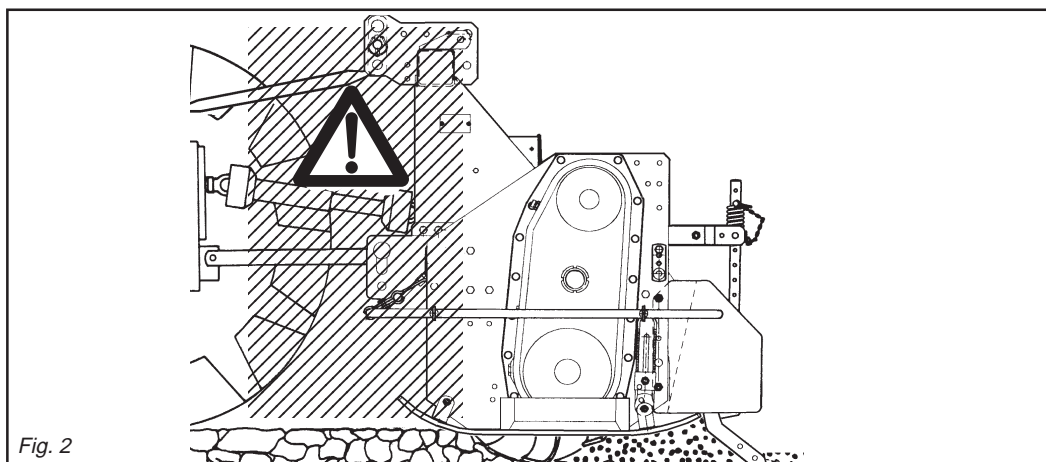

Fig. 2
- 24) Es ist absolut verboten, bei laufendem Motor und eingeschalteter Gelenk-welle zwischen den Schlepper und das Gerät zu treten (Abb. 2). Dazu muß die Feststellbremse gezogen werden und unter die Räder ein Bremskeil oder ein großer Stein gelegt worden sein.
- 24) *Il est absolument interdit de se mettre entre le tracteur et l'appareil (Fig. 2) quand le moteur est en marche et le cardan enclenché, sans avoir tiré le frein de stationnement et bloqué les roues avec une cale ou un caillou.*
- 24) Está terminantemente prohibido colocarse entre el tractor y el equipo (Fig. 2) con motor encendido y cardán inserido, o sin haber accionado el freno de estacionamiento y de colocar, debajo de las ruedas, una piedra u otro elemento de bloqueo.
- 28) È assolutamente vietato interporci fra il trattore e l'attacco della zappatrice per manovrare il comando dall'esterno per il sollevamento (Fig. 2).
- 28) *It is absolutely forbidden to stand between the tractor and the implement when manoeuvring the lift control from the outside (Fig. 2).*
- 28) Es ist absolut verboten, zwischen den Schlepper und den Anschluß zu treten, um die Aushebung von außen zu betätigen (Abb. 2).
- 28) *Il est absolument interdit de se mettre entre le tracteur et l'attelage pour manoeuvrer la commande de relevage de l'extérieur (Fig. 2).*